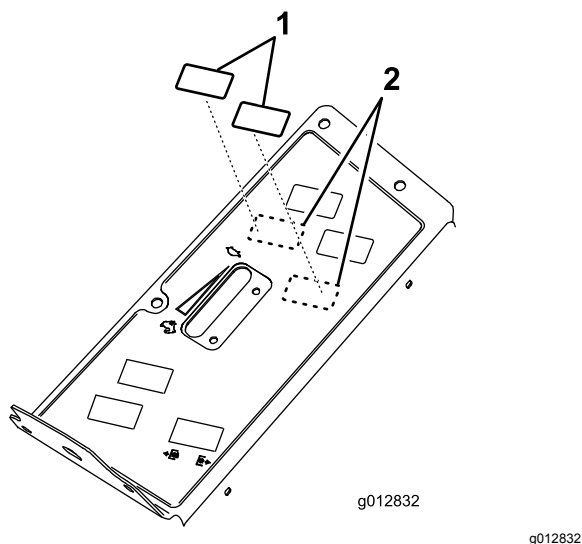

Figura 28
7. Localize e retire as duas tampas extraíveis da parte de cima do painel de controlo (Figura 28).